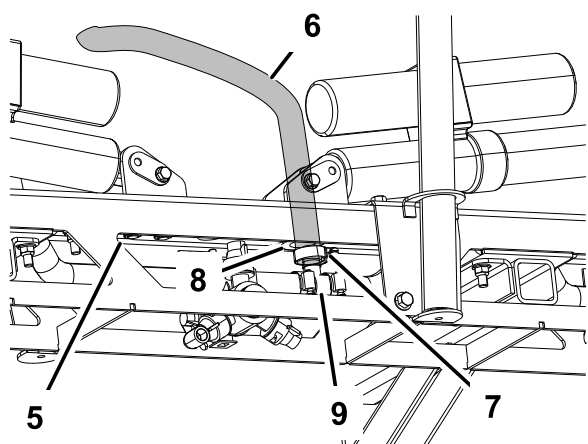

Figura 31
3. Usate un detergente liquido per ricoprire la resca portagomma dei raccordi a T su entrambi i bracci della barra (Figura 31). Installate il flessibile del braccio della barra sulla resca portagomma e fissatelo con un serratubo.
4. Usate un detergente liquido per ricoprire la resca portagomma della barra centrale dei raccordi tee (Figura 31).
5. Infilate il flessibile della barra centrale nell'apertura con l'occhiello nel gruppo della barra centrale. Collegate il flessibile di erogazione della barra centrale alla resca portagomma insaponata e fissatelo con una fascetta stringitubo (Figura 31).